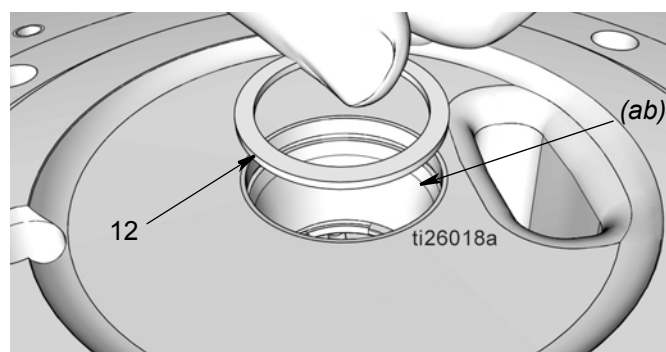

FIG. 32
- b. S'assurer que l'anneau de retenue (51) est toujours en place dans la base de la pompe (1).
- c. Monter l'entretoise (12) comme indiqué à la FIG. 32.